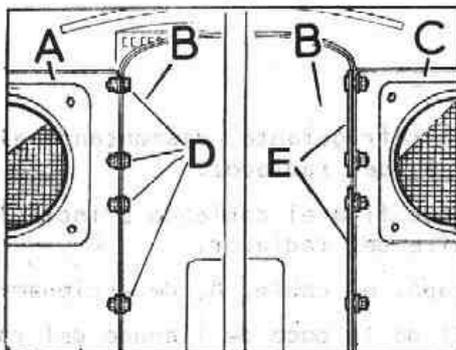

Fig. Q-8 Elementos de fijación de la calandra del radiador.
- 1.12. Soltar los elementos de fijación, D y E (Fig. Q-8) de la calandra, B, a las aletas, A y C, teniendo en cuenta que las tuercas y arandelas están situadas en la parte interior de las aletas.